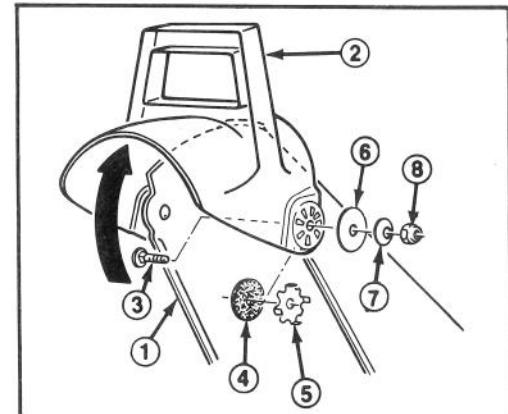

Abbildung 11
2. Die linke Seite des Ablenkbleches am Auswurf mit Schloßschraube, Gummiunterlage, Spannscheibe, Unterlegscheibe und Kontermutter befestigen. Beachten, daß Gummiunterlage und Spannscheibe zwischen den Auswurf und das Ablenkblech, und Spannscheibenzungen in die Löcher des Ablenkbleches kommen. Siehe Abbildung 11 für Installation in richtiger Reihenfolge.